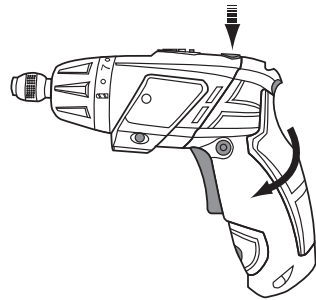

Abb. 9
1. Um vom geraden auf den gewinkelten Handgriff zu schalten, drücken Sie die Entriegelungstaste (6).
2. Halten Sie die Entriegelungstaste (6) gedrückt und drehen Sie den Handgriff (8), bis dieser spürbar einrastet (Abb. 9).